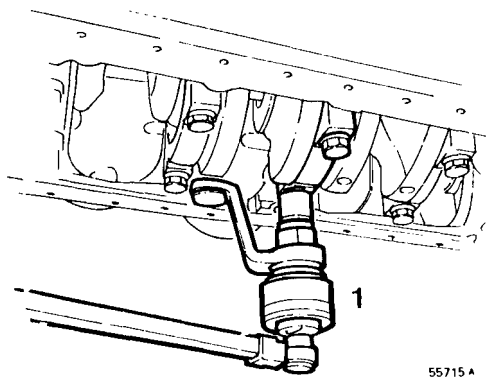

Fig. 139
- 9 Montar el sombrerete con un nuevo casquillo y apretar los tornillos según la fig. 139.